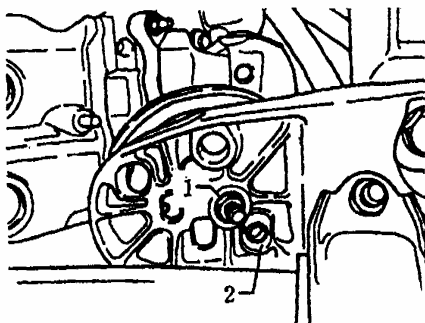

图 4-101 拆卸左侧悬置
(6) 拧下发动机左侧悬置的紧固螺栓（顶部），标出左侧悬置 1 及定位套筒 2 和发动机右悬置（底部）的位置（如图 4-101 所示）。将发动机和变速器吊起，拧下发动机两侧悬置的紧固螺栓（底部）。